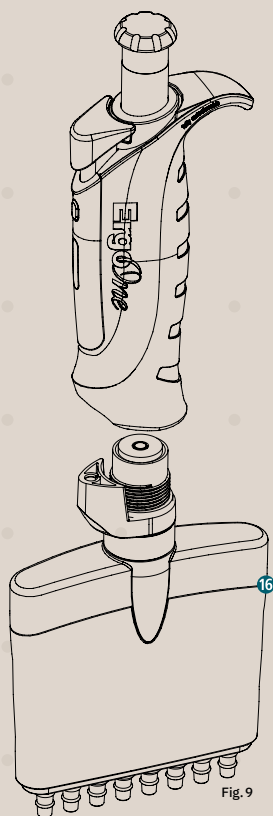

Fig. 9
- Svitare la parte inferiore completa **16** girando in senso orario (Fig. 9).